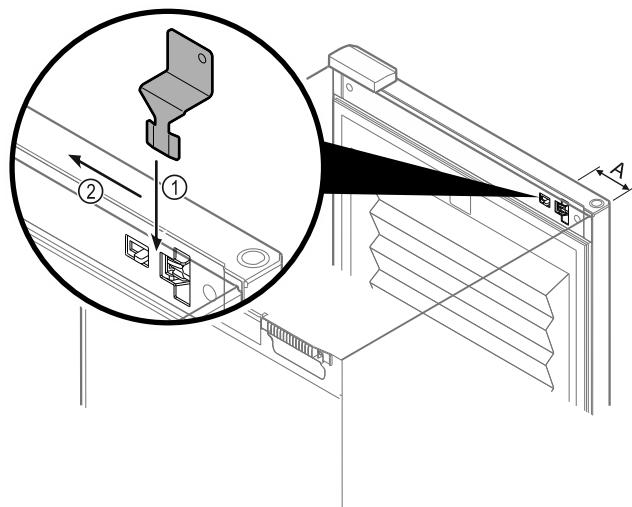

Fig. 228
- Coloque la llave de desbloqueo de emergencia en el lugar indicado Fig. 228 (A) ≈ 100 mm (3 15/16 in).
- ▶ Introduzca la llave de desbloqueo de emergencia Fig. 228 (1) entre la puerta y el cuerpo del electrodoméstico desde la parte superior hasta el tope.
- ▶ Tire de la llave de desbloqueo de emergencia hacia la bisagra. Fig. 228 (2)